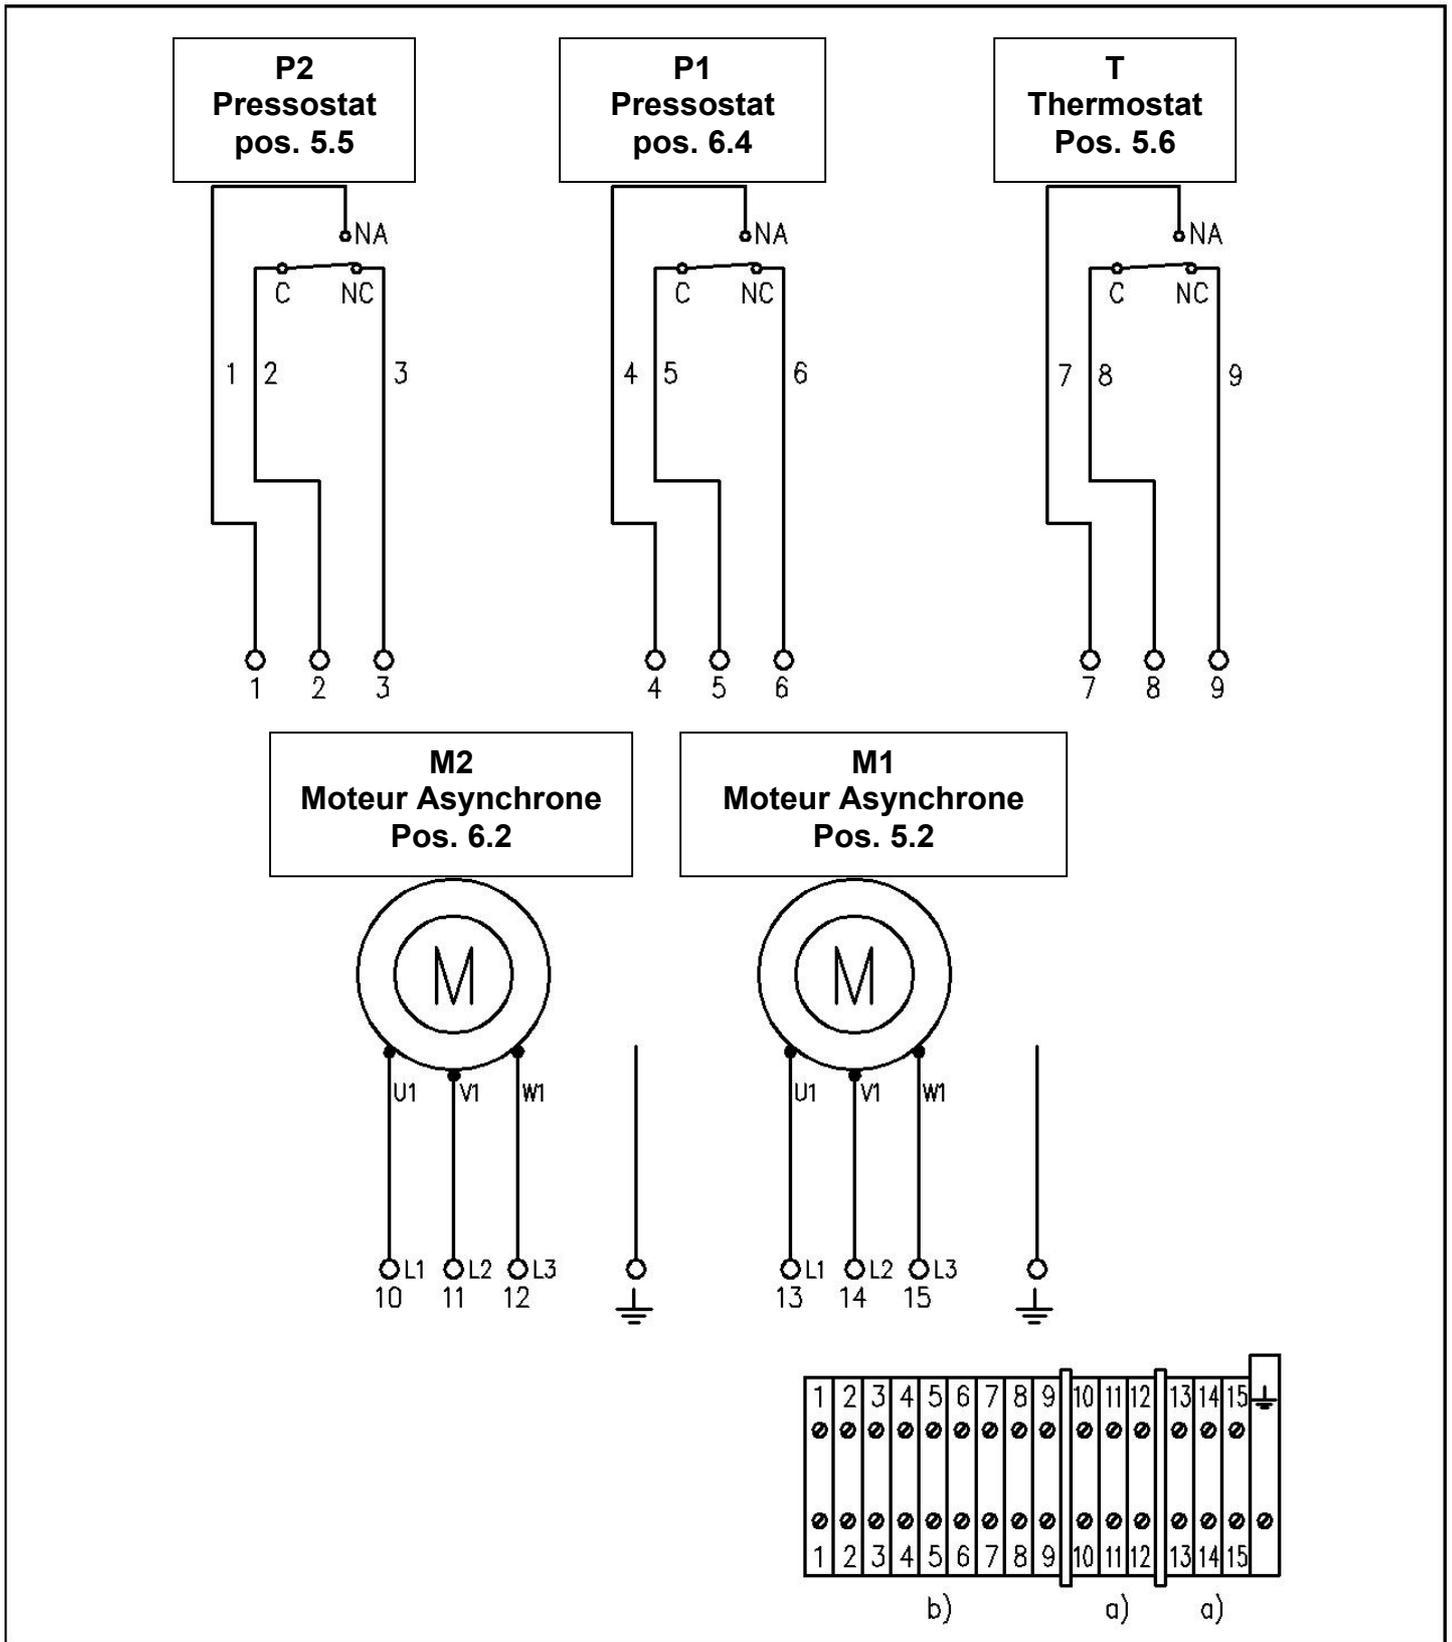

Fig. 5 - Schéma électrique échangeur de chaleur air-air
b.8 Appareils de contrôle (voir schéma de fig. 5)